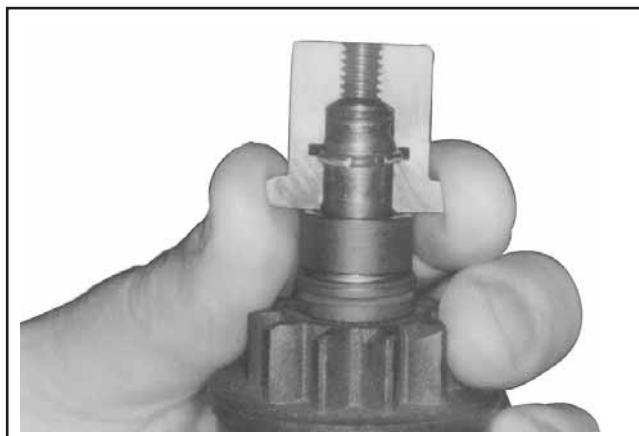

Figure 8-12. Montage des moitiés intérieures de l'outil autour de l'arbre de l'armature et bague de maintien.
4. Maintenir la fixation du ressort en position rétractée, assembler les moitiés intérieures de l'outil de dépôt autour de l'arbre de l'armature avec la bague de maintien dans la gorge intérieure (voir la figure 8-12). Glisser le collier sur les moitiés intérieures pour les maintenir dans cette position.